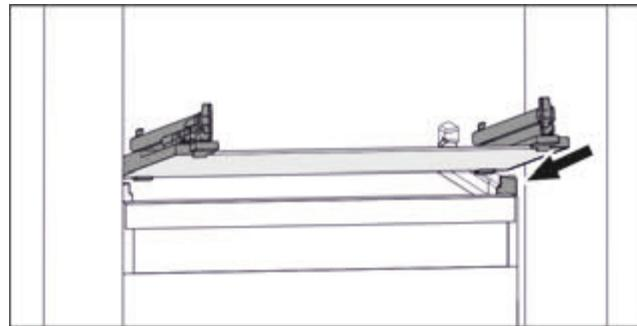

Fig. 89 Приближене відображення скляної пластиини
- Встановити скляну пластину за стопорами навколо. (див. Fig. 89)